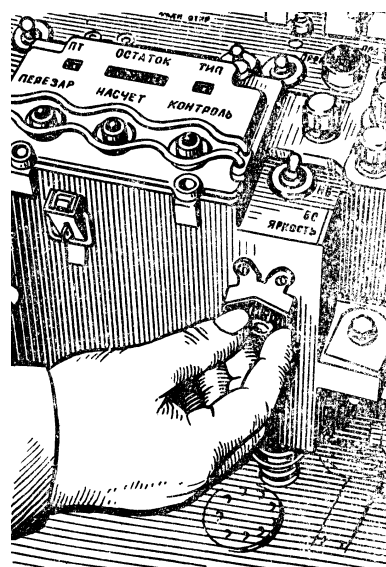

рис. 73. Регулювання яскравості світіння перехрестя візира приладу 9Ш119М1
- відрегулювати яскравість світіння перехрестя у полі зору візира приладу 9Ш119М1, повертаючи маховичок потенціометра «ЯРКОСТЬ», який розташований на передній стінці блоку управління БУ-25 (рис.73);